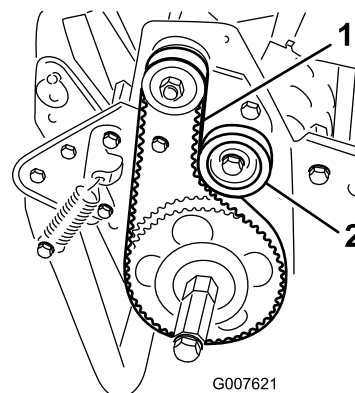

Figura 41
2. Controllate la tensione premendo la cinghia al centro tra le pulegge (Figura 41) con una forza di 18-22 N. La cinghia deve flettersi di 6 mm.
- A. Allentate il dado di fissaggio della puleggia tendicinghia e ruotate la puleggia in senso orario verso il retro della cinghia, fino a ottenere la tensione desiderata (Figura 41).